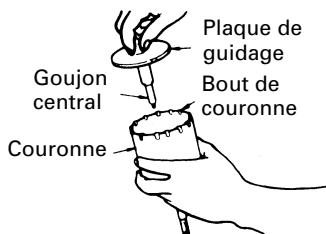

Fig. 21
- (3) Introduire la goujon central dans la plaque de guidage jusqu'à ce qu'il arrête.
- (4) Engager la plaque de guidage dans la couronne et tourner la plaque de guidage à gauche ou à droite de manière à ce qu'elle ne puisse pas tomber, même si elle orientée vers le bas. (Fig. 21)